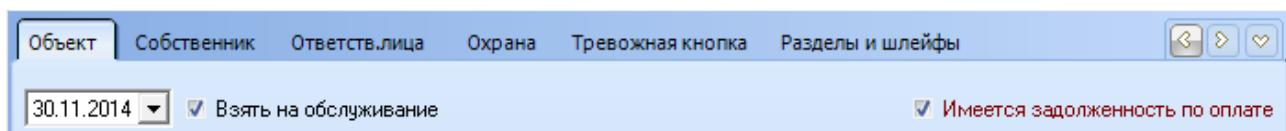

Рисунок 153
**Посылка сообщения о задолженности** - устанавливается вариант рассылки сообщения (не отправлять, отправлять по GSM, отправлять по SMPP) и текст сообщения. Рассылка о задолженности будет рассыпаться при взятии или снятии объекта с охраны. И если у объекта установлен флагок (Рисунок 153)